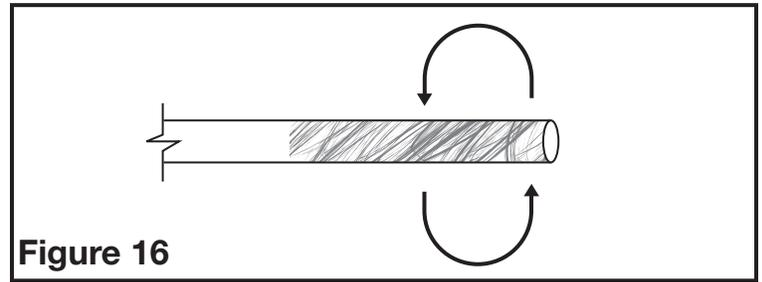

Figure 16
1. SABLEZ LES DEUX EXTRÉMITÉS du tube d'approvisionnement en eau (Figure 16). SI VOUS NE LE FAITES PAS, IL POURRAIT S'ENSUIVRE DES FUITES.